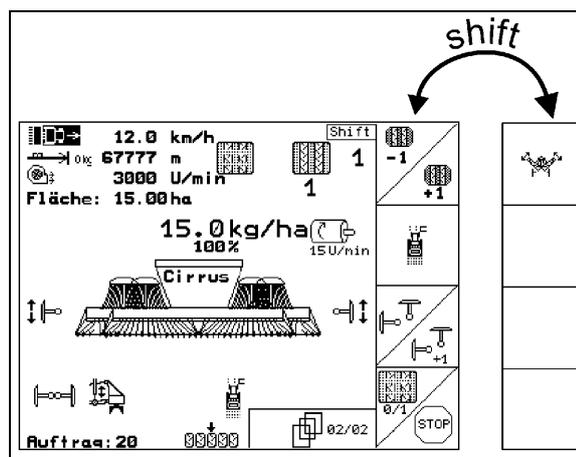

Fig. 11
- Al pulsar la tecla Shift aparecen nuevos campos de función (Fig. 11) y la asignación de las teclas de función se modifica de la manera correspondiente.